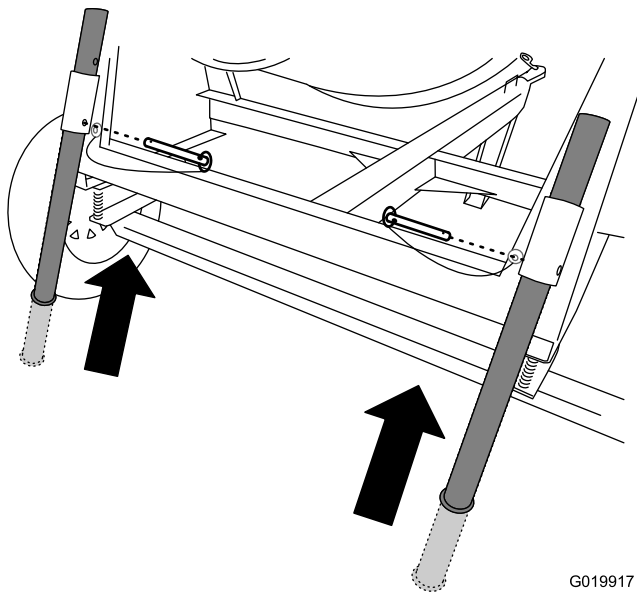

Figura 20
2. Retire el pasador de horquilla de la pata estabilizadora trasera y del soporte (Figura 20).
- Deslice la pata estabilizadora hacia arriba en el soporte y alinee el taladro del soporte con el taladro inferior de la pata estabilizadora (Figura 20).
- Introduzca el pasador de horquilla a través del taladro del soporte y de la pata estabilizadora (Figura 20).